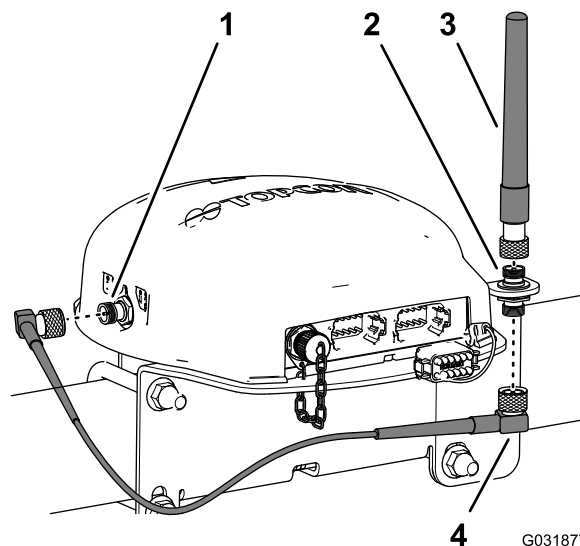

Bild 154
3. Befestigen Sie die RTK-Antenne am oberen Anschlussstück der Koaxialkupplung und ziehen die Mutter der Antenne mit der Hand an (**Bild 154**).
4. Befestigen Sie das Antennenkabel lose am unteren Anschlussstück der Koaxialkupplung (**Bild 154**).
5. Verlegen Sie das Kabel um die Rückseite des Navigationsempfängers zum Koaxialstecker des CDMA- oder GSM-Mobilfunkmodems (**Bild 154**).
6. Befestigen Sie das Antennenkabel am Koaxialstecker des CDMA- oder GSM-Mobilfunkmodems (**Bild 154**).